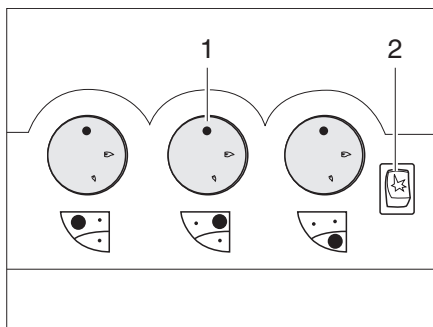
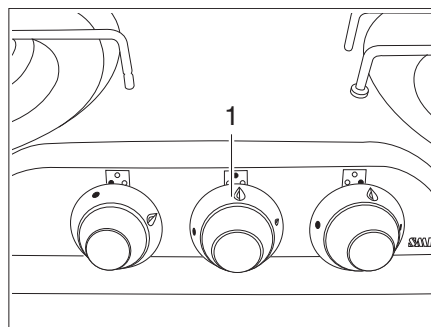

Fig. 132 Elementos de mando para la cocina de gas
Fig. 133 Alternativa: Elementos de mando para la cocina de gas
- Girar el regulador giratorio (Fig. 132,1 ó Fig. 133,1) correspondiente al quemador deseado a la posición de encendido (llama alta).
- Si hay una tecla de encendido (Fig. 132,2):